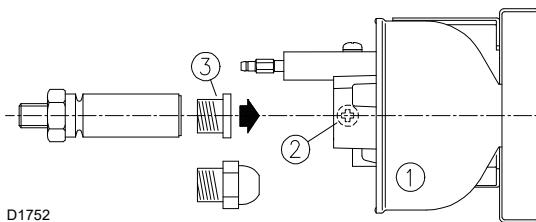

Fig. 11
- Allentare le viti 2) e sfilare il gruppo stabilizzatore fiamma 1), togliere il tappo in plastica 3) e montare l'ugello (Fig. 11).